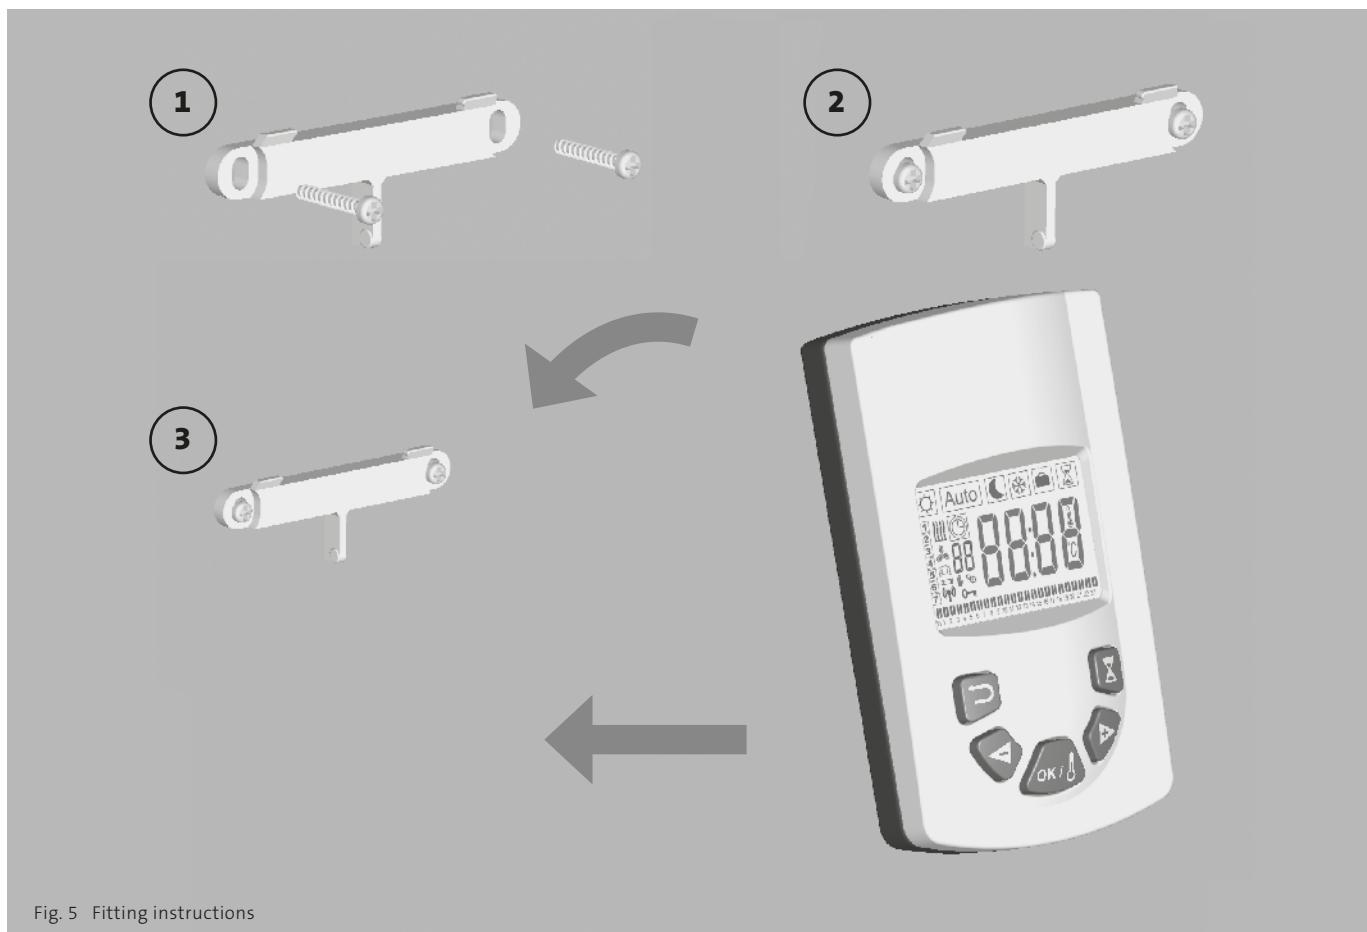
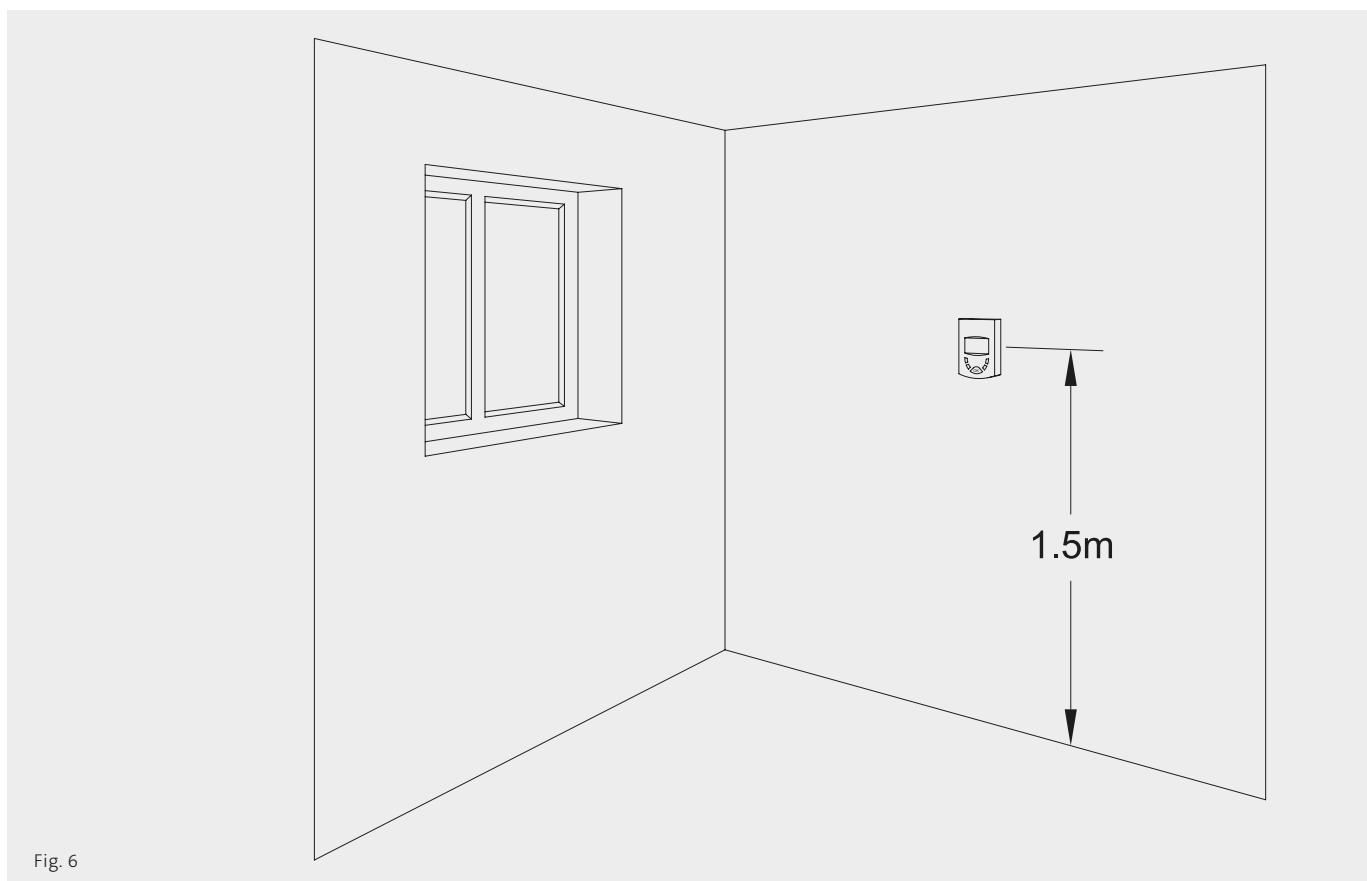

Fig. 5 Fitting instructions
Fig. 6
- Den trådløse programmerbare termostaten inkluderer et stativ som foldes ut, slik at den kan plasseres frittstående på et egnet sted. Termostaten kan også veggmonteres, og du finner monteringsinstruksjonene i fig. 5. Uansett hvor den trådløse programmerbare termostaten monteres / brukes, skal den holdes ute av direkte sollys, vekk fra trekkfulle områder og godt unna potensielle varmekilder. For optimal bruk bør termostaten monteres i en høyde av 1,5 m fra gulvet (se fig. 6).